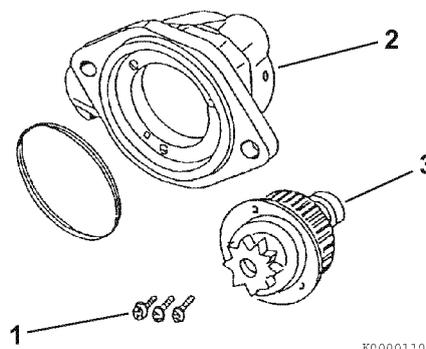

Figure 11-9
9. Retirez les trois boulons M4 (1, Figure 11-9) fixant le dispositif de retenue des roulements (2, Figure 11-9) au carter d'engrenage. Déposez l'ensemble de dispositif de retenue de roulement du carter d'engrenage.
10. Déposez l'ensemble d'embrayage de pignon (3, Figure 11-9) de l'ensemble de dispositif de retenue de palier.